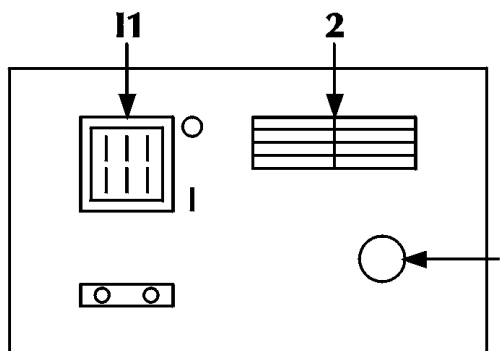

Fig.2
Acende-se com o interruptor " I1 " na posição " I " no painel de comandos traseiro (Fig. 2). Indica que o equipamento está ligado e que existe tensão.
3.2 Painel de comandos traseiro (Fig. 2)